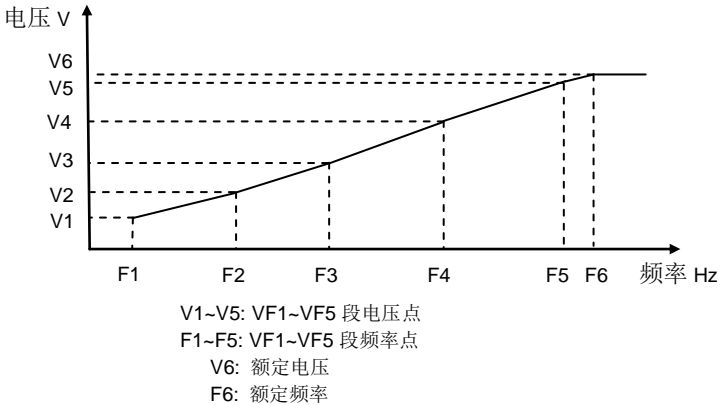

图 6-4 自定义 V/F 曲线图
- F3-02~F3-11 设定自定义 V/F 特性曲线，如图 6-4 所示。